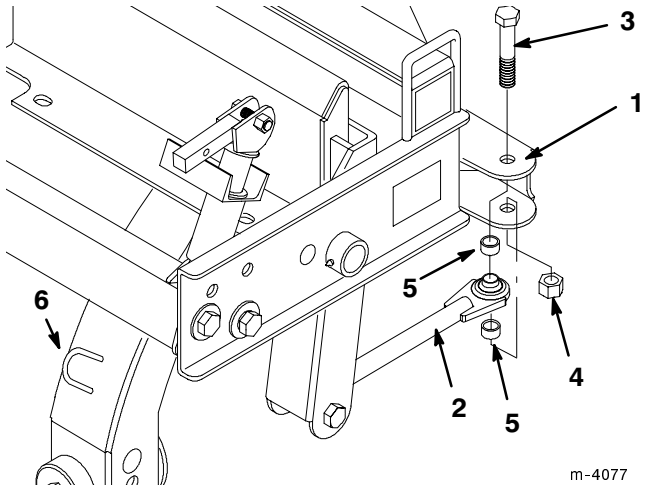

Abbildung 4
7. Den Schwenkarm mit zwei Abstandsstücken, einer 1,9 cm (3/4") x 10 cm (4") Schraube und einer 1,9 cm (3/4") Mutter am Schwenkbügel am Drehrahmen anbringen (Abb. 4). Mit 359 Nm (265 ft·lbs) anziehen.
8. Die Hydraulikschläuche durch den Ring an der Rückseite des Drehrahmens führen (Abb. 4)